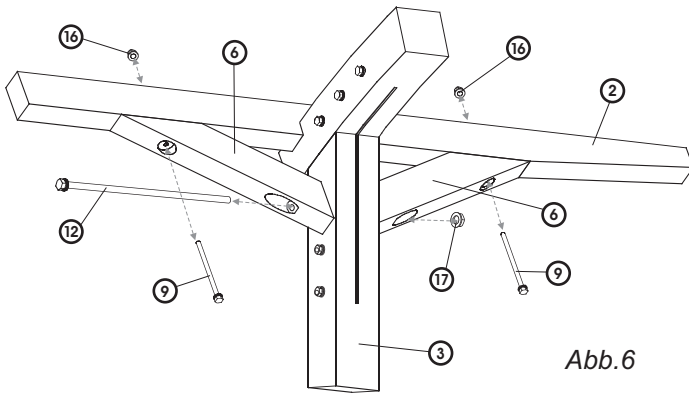

Abb. 6
d) Das Kopfband ⑥ wird an der äußeren Latte ② mit Schrauben M10/165 ⑨, Muttern ⑬ und Unterlegscheiben ⑫ befestigt. Mit Schrauben M12/300 ⑭, Muttern ⑮ und Unterlegscheiben ⑯ werden beide Kopfbänder am Pfosten ③ befestigt. (Abb. 6)